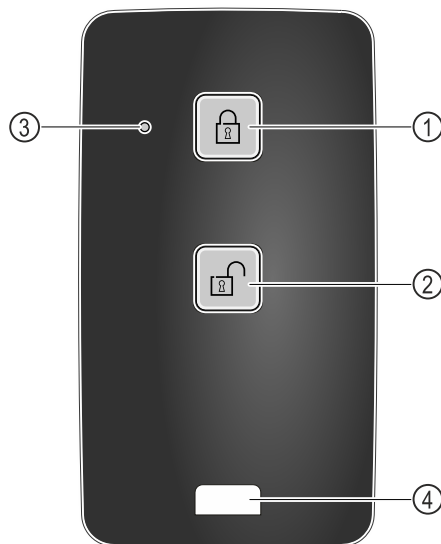

Fig. 219
- (1) Κλείδωμα κλειδαριάς
- (2) Ξεκλείδωμα κλειδαριάς
- (3) LED κατάστασης
- (4) Κρίκος στερέωσης
- ▶ Πατήστε το πλήκτρο Fig. 219 (1) στο τηλεχειριστήριο.
- ▶ Πατήστε το πλήκτρο Fig. 219 (2) στο τηλεχειριστήριο.
- ▶ Το LED κατάστασης Fig. 219 (3) παρέχει μια οπτική απόκριση με το πάτημα του πλήκτρου.
- ▶ Κρίκος Fig. 219 (4) για στερέωση του τηλεχειριστηρίου, για παράδειγμα σε ένα μπρελόκ.